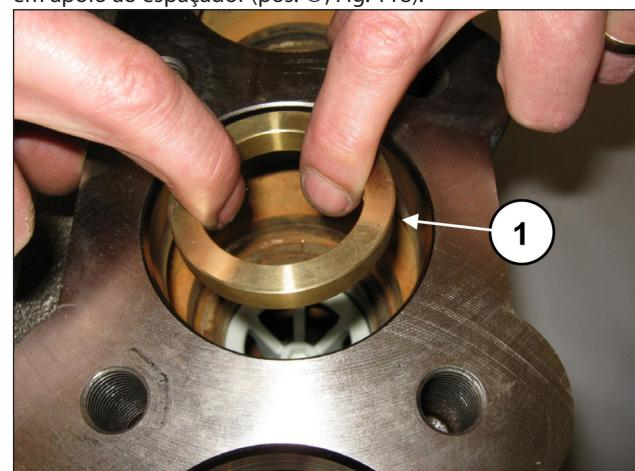
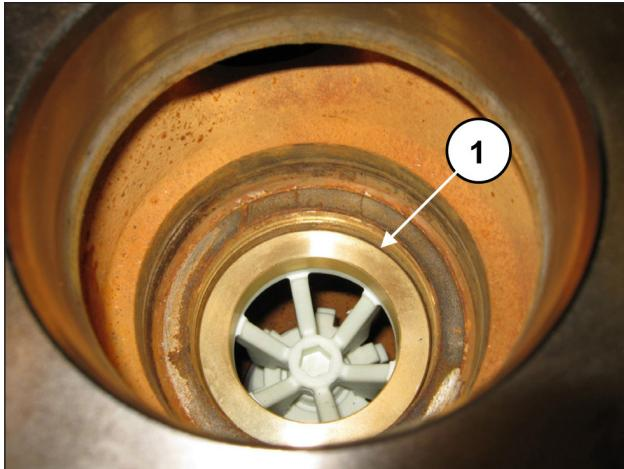

Fig. 117
Fig. 118
Insira o anel espaçador no local da válvula (pos. ①, Fig. 117), em apoio ao espaçador (pos. ①, Fig. 118).